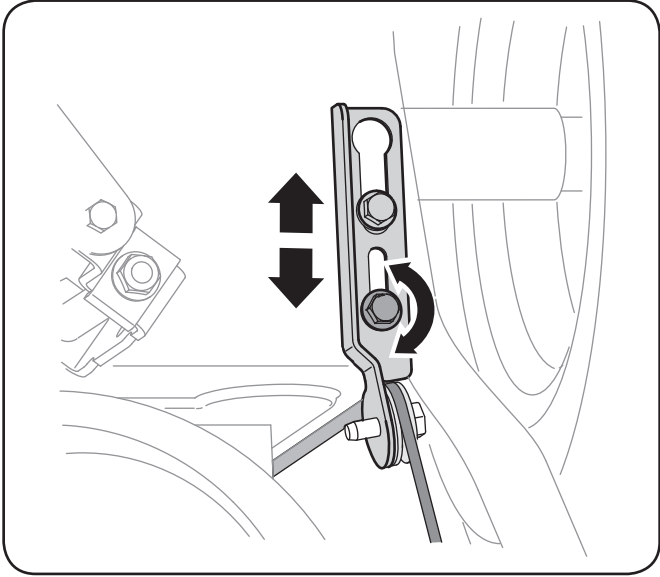

Figure 3-14
7. Pour ajuster à nouveau le câble de commande, desserrez le contre-écrou à six pans supérieur du support de la commande de la tarière. Voir la figure 3-14.